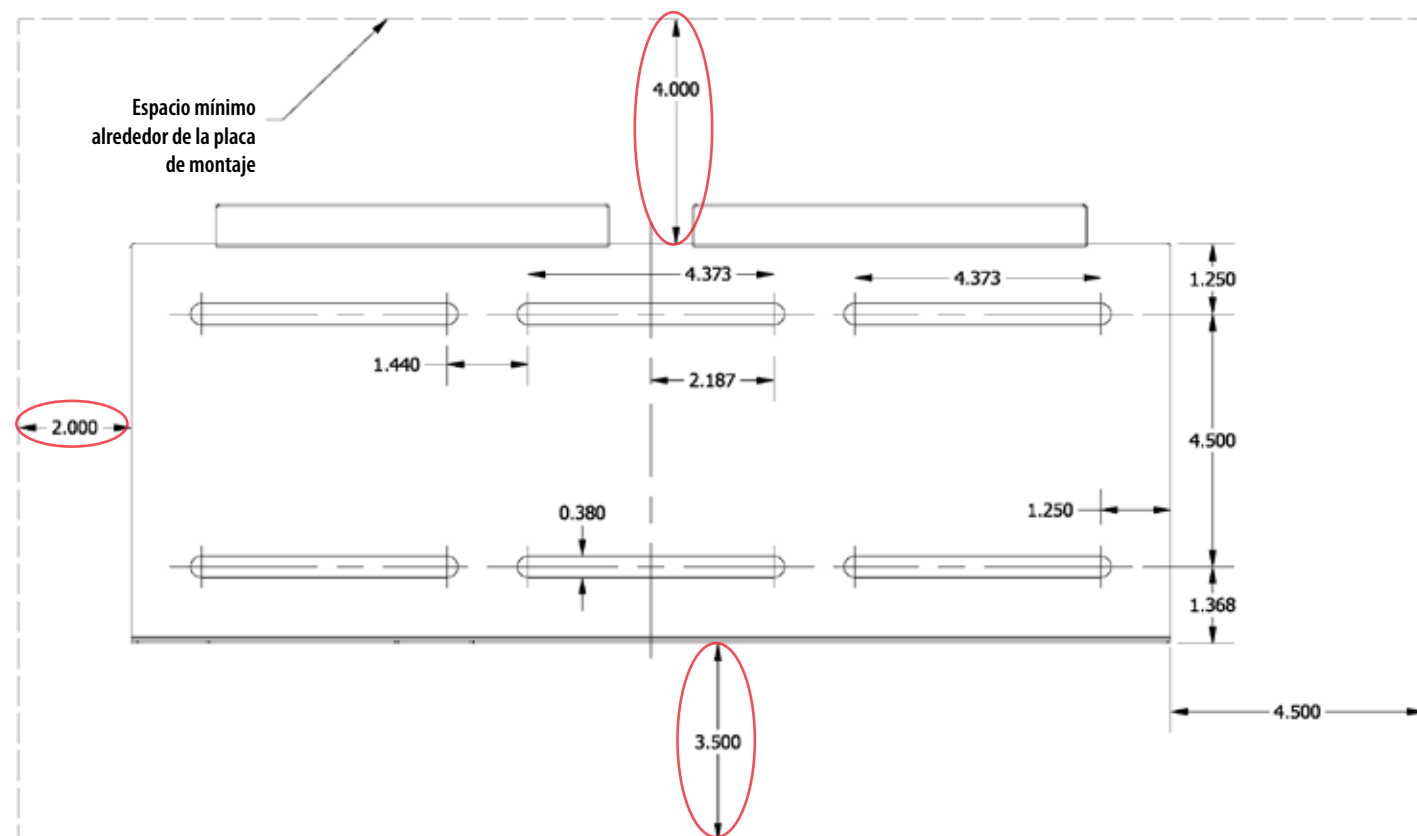

Figura 1
- D. Taladre cuatro agujeros piloto dentro de los marcadores trazados (dos en el juego superior, dos en el juego inferior). Los orificios piloto que comparten el mismo eje horizontal deben estar separados por al menos 14" entre sí (consulte la figura 1 arriba).